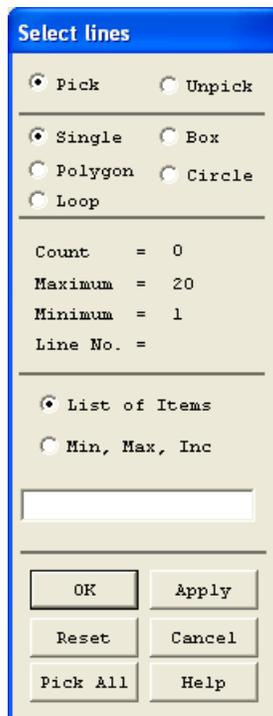

Рисунок 12. Диалоговое окно выбора линий
- При выборе пункта ***By Num/Pick*** после нажатия кнопки ***OK*** или ***Apply*** появляется окно выбора ***Select “выбираемый компонент”***, например, ***Select Lines*** (Рисунок 12).